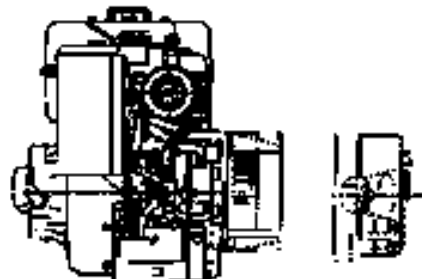

Fig. 4
-) Bloccare il tirante centrale applicando una coppia di serraggio pari a $21 \pm 7\%$ Nm se si impiegano tiranti N8-5/16 24 UNF, mentre, se si impiegano tiranti M14x1.5, applicare una coppia di serraggio pari a $120 \pm 7\%$ Nm; rimontare le retine di protezione laterali applicando sulle viti M5 una coppia di serraggio pari a $3.5 \pm 7\%$ Nm e chiudere la griglia di chiusura posteriore con le viti autofilettanti 3.5x9.5 (fig. 4).
-) Block the central stay rod, applying a tightening torque of $21 \pm 7\%$ Nm if you are using stay rods of N8 5/16 24 UNF, while if you are using M14x1.5 stay rods, apply a tightening torque of $120 \pm 7\%$ Nm; remount the lateral protection nets, applying a tightening torque of $3.5 \pm 7\%$ Nm on the M5 screws and close the closure grid with selfthreading screws 3.5x9.5 (fig. 4).
-) bloquer le tirant central en appliquant un couple de serrage égal à $21 \pm 7\%$ Nm si on utilise des tirants N8-5/16 24 UNF, alors que si on emploie des tirants M14x1.5, il faut appliquer un couple de serrage égal à $120 \pm 7\%$ Nm ; remonter les grillages de protection latéraux en appliquant sur les vis M5 un couple de serrage égal à $3.5 \pm 7\%$ Nm et fermer la grille de clôture postérieure avec les vis autotaraudeuses 3.5x9.5 (fig. 4).
-) Die zentralen Stellschraube mit einem Drehmoment von $21 \pm 7\%$ Nm blockieren, sollten N8-5/16 24 UNF Schrauben verwendet werden, während bei der Verwendung von M14x1.5 diese mit einem Drehmoment von $120 \pm 7\%$ Nm anziehen; die seitlichen Schutznetze mit einem Drehmoment von $3.5 \pm 7\%$ Nm der Schrauben M5 wieder montieren und den hinteren Schutzgrill mit 3.5x9.5 Schrauben schließen (Abb. 4).
-) bloquear el tirante central aplicando una pareja de cierre igual a $21 \pm 7\%$ Nm si se emplean tirantes N8-5/16 24 UNF, mientras, si se emplean tirantes M14x1.5, aplicar una pareja de cierre igual a $120 \pm 7\%$ Nm; reensamblar las retinas de protección lateral aplicando sobre los tornillos M5 una pareja de cierre igual a $3.5 \pm 7\%$ Nm y cerrar la rejilla de cierre posterior con los tornillos autorroscantes 3.5x9.5 (fig. 4).
-) Bloccare il tirante centrale applicando sul dado M8 una coppia di serraggio pari a $21 \pm 7\%$ Nm; chiudere il foro sulla cuffia con l'apposito tappo (fig. 4).
-) Lock the central bolt by applying a tightening torque of $21 \pm 7\%$ Nm; plug the hole on the terminal box lid with the proper cap (fig. 4).
-) Bloquer la tige centrale en appliquant un couple de serrage de $21 \pm 7\%$ Nm et fermer le trou du couvercle avec le bouchon approprié (fig. 4).
-) Die Zugstange einsetzen und mittels Drehmomentschlüssel bis $21 \pm 7\%$ Nm festziehen. Anschliessend die Öffnung mit der Schutzkappe verschliessen (abb. 4).
-) Sujete el tirante central aplicando en la tuerca M8 un par de torque de $21 \pm 7\%$ Nm; cerrar el orificio de la tapa con el tapón respectivo (fig. 4).